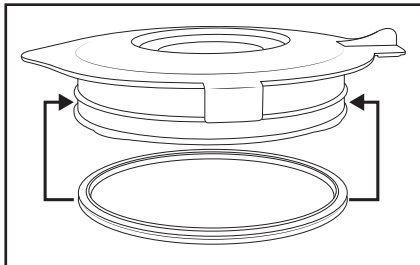

Fig. 3
- Rengør kun blenderkanden ③ med en opvaskebørste med langt skaft, så du ikke kommer til skade på knivene ④.
- Rengør påfyldningslåget ① og låget ② i en mild sæbeblanding. Ved rengøring med hånden kan du fjerne gummipakningen ⑨. Sørg for, at gummipakningen ⑨ sidder rigtigt, før du bruger låget ② igen (fig. 3).